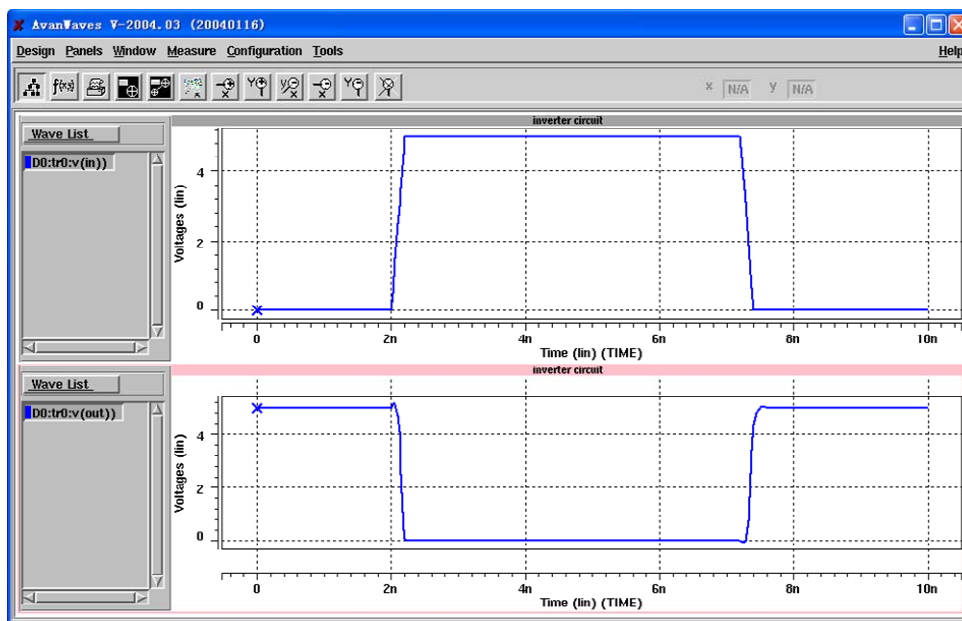

图 1.10 仿真波形图
- ③ 运行 `hspice inverter.sp > inverter.lis` 仿真，如出错，在 `inverter.lis` 文件查找错误的原因。
- ④ 观察波形，运行 `awaves inverter` 查看仿真波形，评估设计是否达到要求。如图 1.10 所示